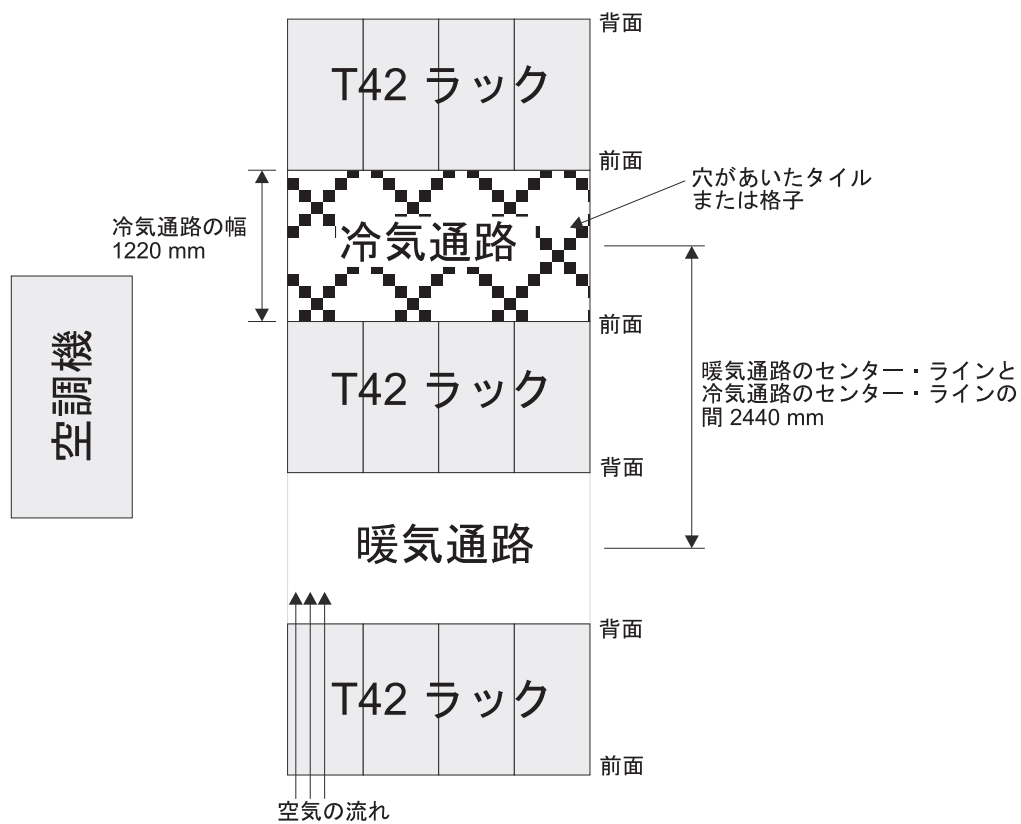

図 15. 冷氣通路/暖気通路ラック構成の例
- 空気はラックの前面から入り、背面から出るようにすること。ラックから出る空気が、別の装置の取り入れ口に入らないようにするために、ラックを、背面と背面、あるいは前面と前面を合わせるようにして交互の列に配置する必要があります。この配置方法は**冷氣通路**と**暖気通路**と呼ばれ、27 ページの図 15 にその図を示しました。